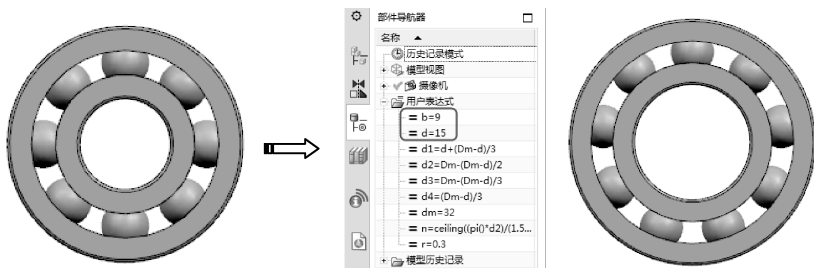

图 6-30 编辑轴承表达式并更新模型
- 13 最后在部件导航器的【用户表达式】项目中，对  $dm$ 、 $d$ 、 $b$ 、 $r$  及  $n$  等表达式进行参数编辑，随后立即更新为新参数的轴承模型。例如，60000 型代号 6002 的深沟球轴承的  $d$  为 15， $dm$  为 32， $b$  为 9，更新后的轴承如图 6-30 所示。